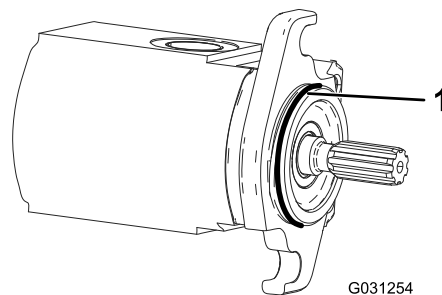

Figure 5
3. Placez le joint torique sur le moteur de cylindre (Figure 5).